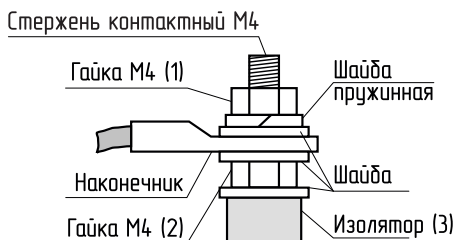

Рис.5 Присоединение проводов к выводам блок-ТЭН
6.4. При замене блок-ТЭН присоединение фазных проводов к выводам блок-ТЭН производить согласно Рис.5. Сечение кабеля указано в табл. 1 и 1.1.